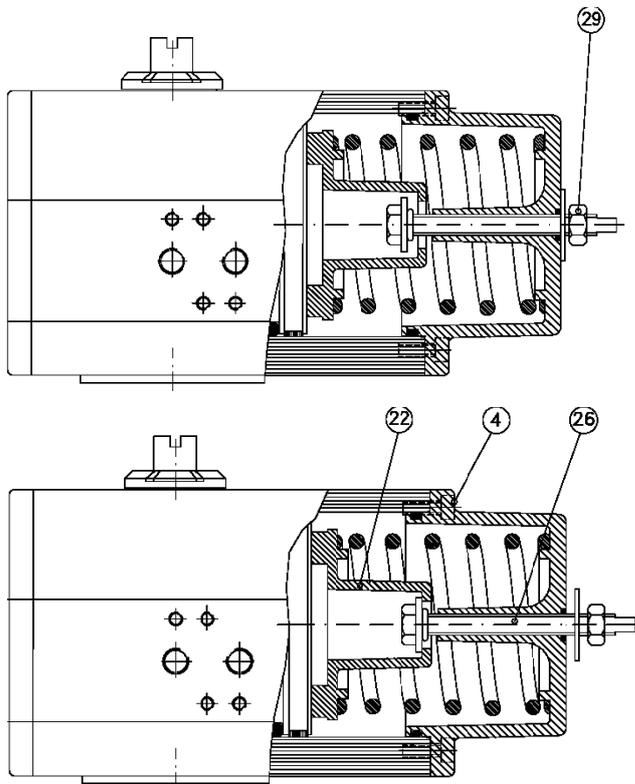

Bild 4
2. Kontrollieren, daß die Federn die Kolben zurück in die Ursprungslage drücken. Gem. Bild 4.
4. Die Kontermutter (29) lösen.
5. Die Anzugsschraube (26) gegen Uhrzeigersinn drehen, bis sie leicht gegen die Federführung (22) anliegt.
6. Das Federgehäuse durch lösen der Schrauben (4) abnehmen.